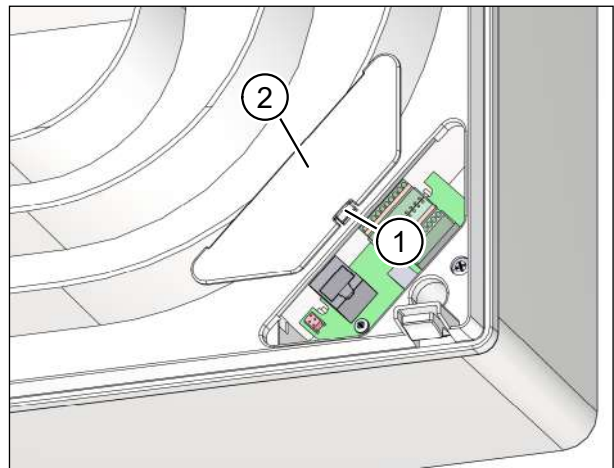

Abb. 33: Netzwerkdeckel abnehmen
- ▶ Drücken Sie den Rasthaken (Pos. 1 in Abb. 33) des Netzwerkdeckels leicht zur Gerätemitte und heben Sie den Netzwerkdeckel ab.